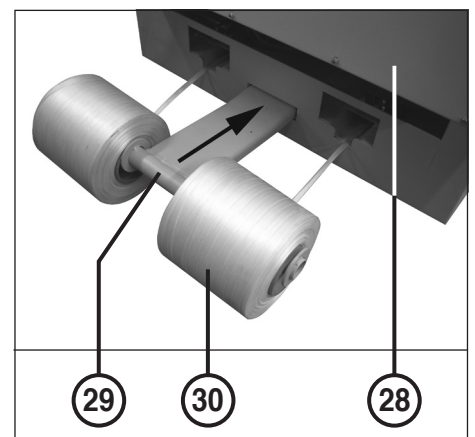

Abb. 10
- 28 = Schaltkasten (Abb. 10)
- 29 = Bandrollenhalter (Abb. 10 und 21)
- 30 = Bandrolle (Abb. 10 und 21)
### MONTAGE DER BANDROLLEN (30) (Abb. 10):